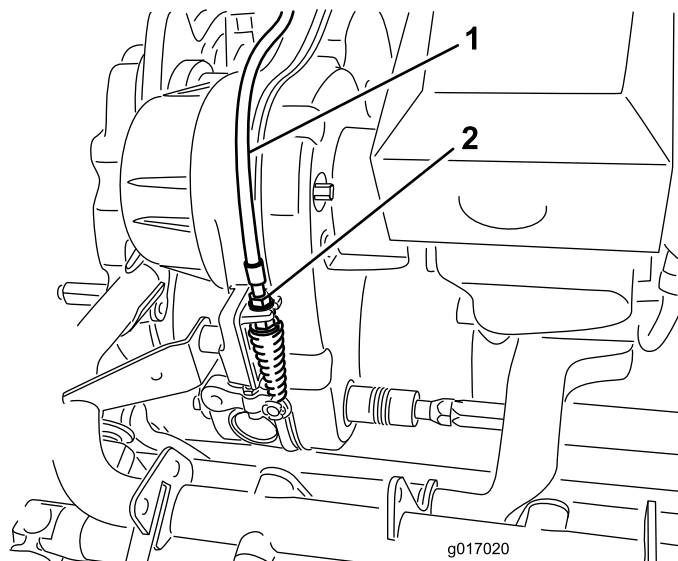

Figure 51
2. Au niveau de la traversée de la transmission, réglez le câble de commande du cylindre (Figure 51) pour obtenir une longueur de ressort de 70,6 à 72,4 mm.